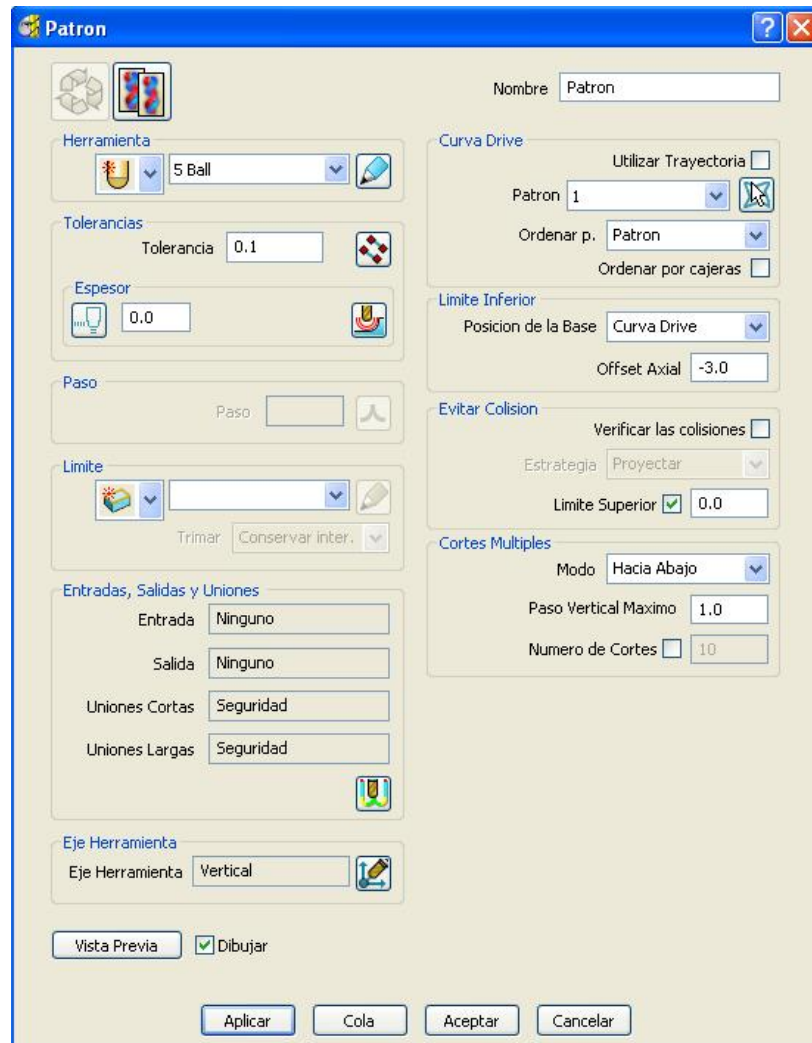

Figura 2.229 Cuadro de diálogo estrategia Patrón.
- Introducir los datos como se muestran y Aplicar (Figura 2.229).